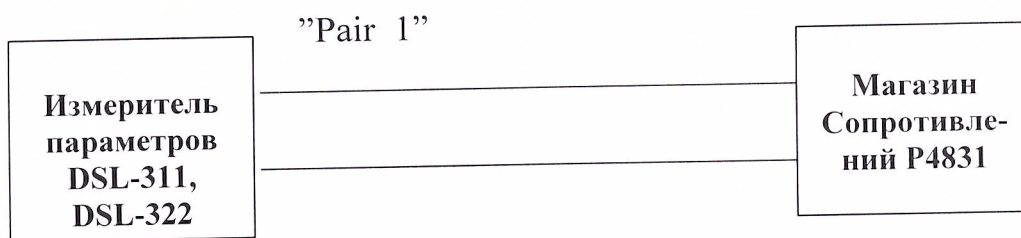

Рис.8.4.
8.3.3.1. Соберите схему согласно рис. 8.4.